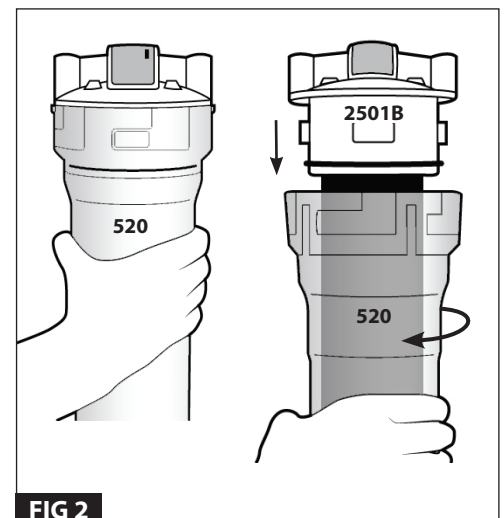

FIG 2
Retirez chaque puisard (520) en le tournant de 1/8 de tour à gauche, puis en le tirant à l'écart de la tête (2501B) (**FIG 2**). Retirez les deux pré-filtres (HP1 ou SW1 et CF2) en les tournant doucement et en les tirant vers le bas. Rangez les deux cartouches dans un endroit sûr jusqu'à l'assemblage final. La membrane (ROM50) est emballée séparément.
2. Tournez les pièges d'un quart de tour vers la gauche (**FIG 2**), abaissez-les pour les retirer. Jetez les anciens filtres et insérez les nouveaux filtres avec le joint coloré vers le haut.